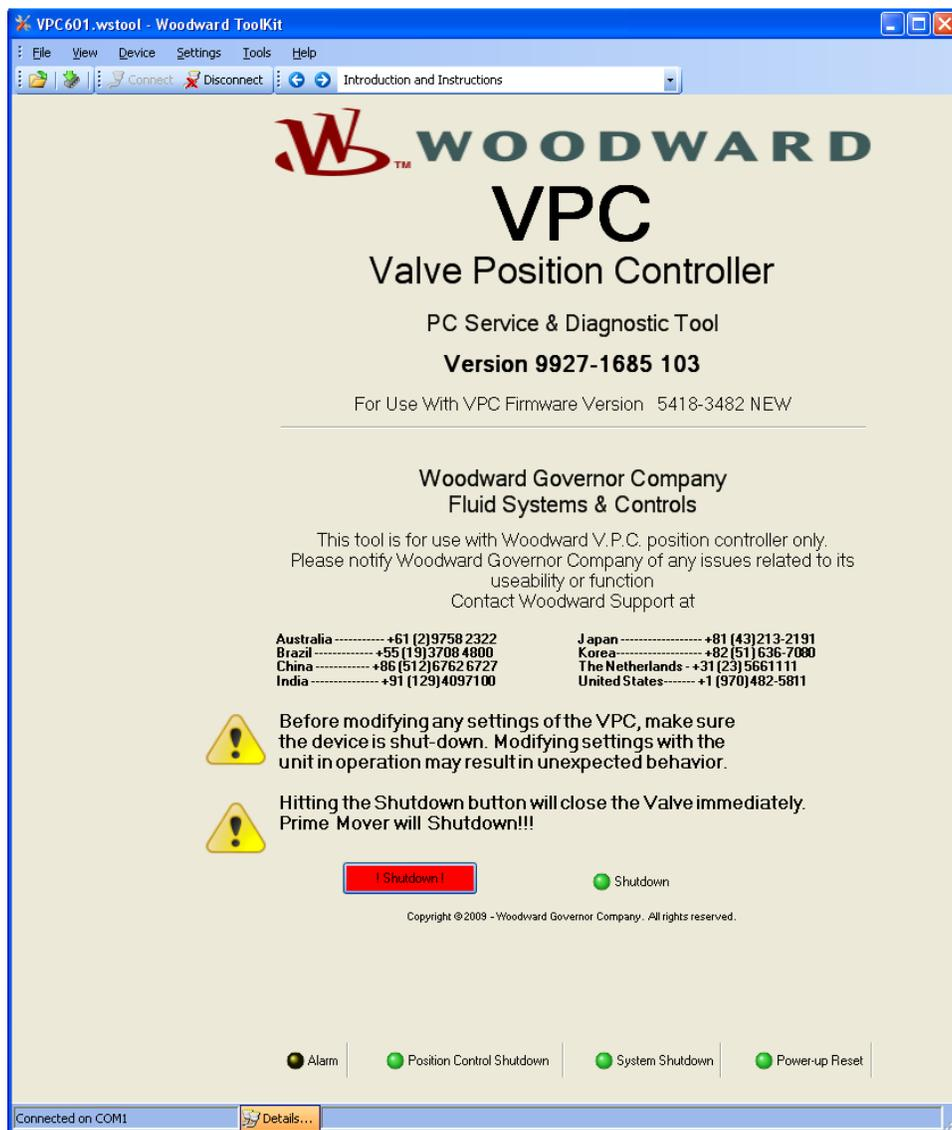

図 4-6. 導入及びインストラクション画面
VPCサービスツールの導入ページには重要な情報であるツールバージョンとGS16ファームウェアが表示されます。また支援が必要なときのWoodward技術サポートへの連絡先も載っています。ステータスLEDsとシャットダウンボタンがこのページに用意されています。(図 4-6)
**Introduction and Instructions** - ツールのステータスとサポート情報を表示 (図 4-6)